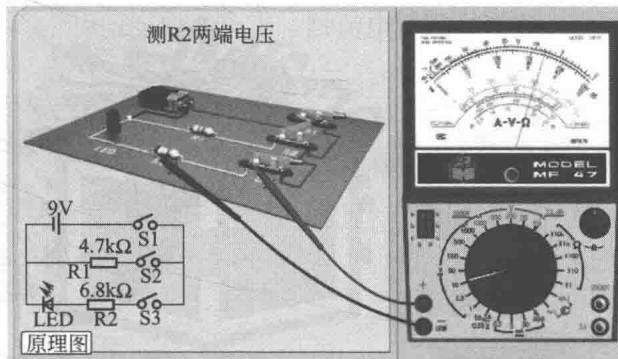

图 1-6 检测直流电压
② 选择量程 若不清楚电压大小，应先用最高电压挡测量，逐渐换用低电压挡。图 1-6 电路中电源电压只有 9V，所以选用直流 10V 挡。
③ 测量 万用表应与被测电路并联。红表笔接开关 S3 左端，黑表笔接电阻 R2 左端，测量电阻 R2 两端电压，如图 1-6 所示。